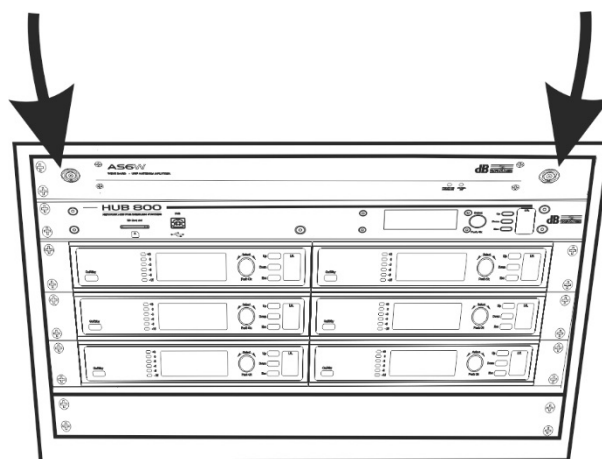
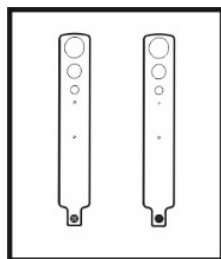

Fig. 2.1 – Vue de face - perspective
Fig. 2.2
- 2 Connecter les antennes à l'AS6W antenasplitter comme l'illustre la fig. 2.1. Pour de plus amples approfondissements, se référer au manuel de l'AS6W. Il est possible de connecter: 2 antennes de type OWBA directement (kit Moving D ANT), ou bien 2 antennes OWBA via câbles BNC, ou bien 2 antennes directives RDA800W, comme indiqué par les figures 2.2, 2.3, et 2.4